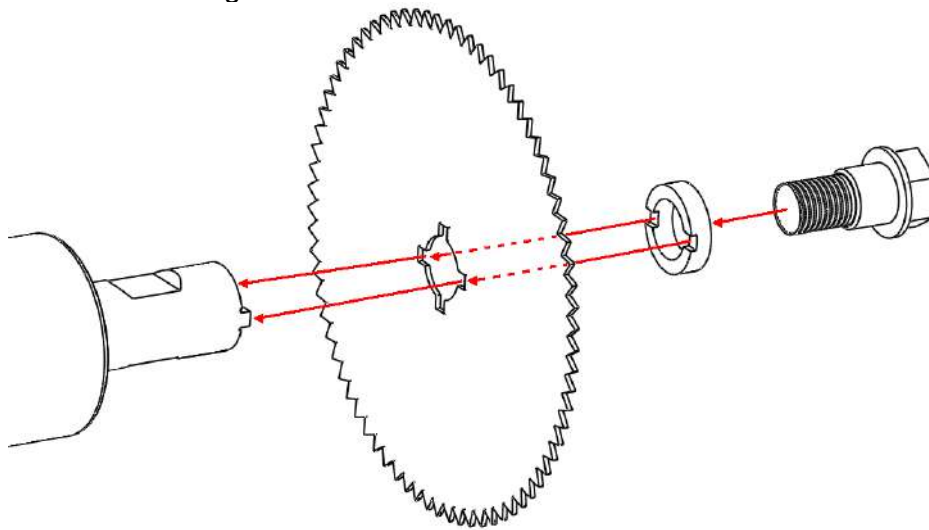

Abbildung 4 Einsetzen des Sägeblattes
9. Legen Sie den Fixierring auf. Die Einkerbungen im Fixierring müssen immer zur Säge zeigen (siehe Abbildung 4). Diese müssen ebenfalls genau auf den Zapfen liegen.